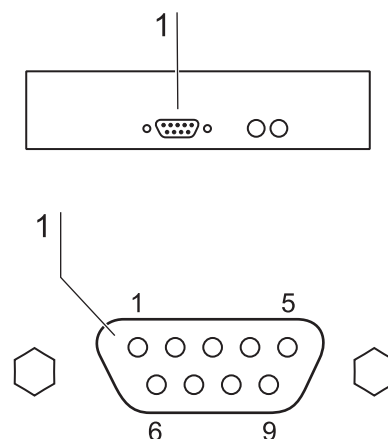

Fig. 11
2. **Fig. 11:** Encaixar o conector do cabo de interface serial (não faz parte do conjunto de fornecimento) na tomada [1] na interface de alimentação do equipamento no lado traseiro do equipamento. Lado frontal do equipamento no quadro de comando.